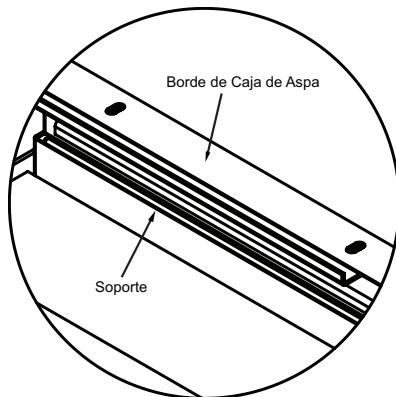
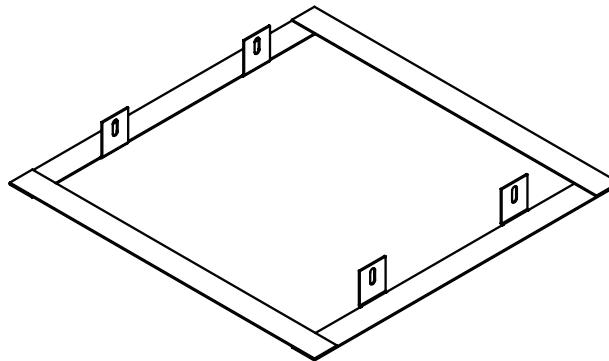

Figura 3
Figura 4
4. Una vez que la compuerta se encuentra asegurada a la caja del aspa, sujetela los soportes de montura suministrados. Ubica los soportes debajo de las ranuras de montura de la compuerta o debajo de la ranura de la caja del aspa. Ubique la ranura para que sea alineada a los huecos en la caja del aspa y/o los huecos en los bordes de montaje de la compuerta (Ver Figura 3). Los soportes pueden ser ajustados para encajar entre los soportes de la compuerta. Una vez que los soportes se encuentren ajustados, sujetelos del borde de la caja del aspa utilizando cuatro tornillos y tuercas #10-32 suministrado. Se requiere un mínimo de 2 sujetadores por lado.
5. Sujete los soportes a los soportes de compuerta con tornillos de madera largos #8 de al menos 2" (51) en un lugar mínimo por soporte. Asegúrese que la parte inferior de la compuerta/aspa estará junta a la parte inferior del yeso una vez se encuentre instalada. Ubique la compuerta/aspa en función de la presencia de una canal resistente y el grosor del yeso. Por favor, refiérase al diseño UL apropiado piso/techo o piso/tejado para referencias.
6. Una vez que el yeso se encuentre en su lugar, instale el montaje de apoyo del cartón piedra (ver figura 4) al soporte de la compuerta utilizando tornillos de rosca #8 suministrados en mínimo 4 lugares. El montaje de apoyo al cartón piedra deberá ser instalado cerca de la parte inferior del yeso, de manera que el yeso descansen en el montaje de apoyo del cartón piedra.